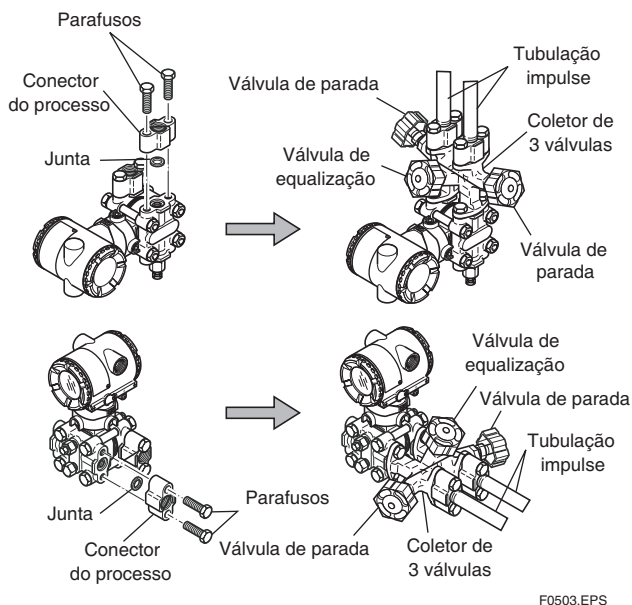

Figura 5.1.1c Coletor de 3 válvulas (Tipo de Montagem Direta)
■ Tipo Direto de Montagem de Coletor 3 Válvulas (Figura 5.1.1c)